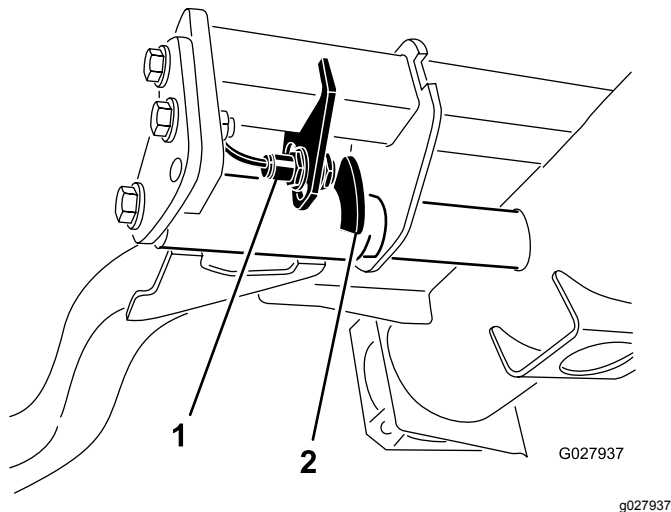

図 54
2. 昇降アームのスイッチは、油圧のメインタンクの下にある右前昇降アームの後ろ側に装着されている図 54。
3. スwitchの取り付けねじをゆるめ、スイッチの位置を下げると、昇降アームの旋回高さが高くなり、上げると、昇降アームの旋回高さが低くなる図 54。